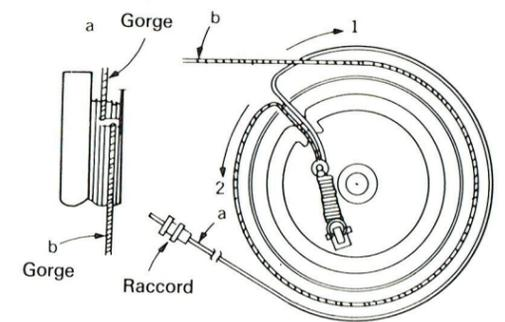

Fig. 13
- Placer la courroie comme indiqué sur les Fig. 13 et 14.